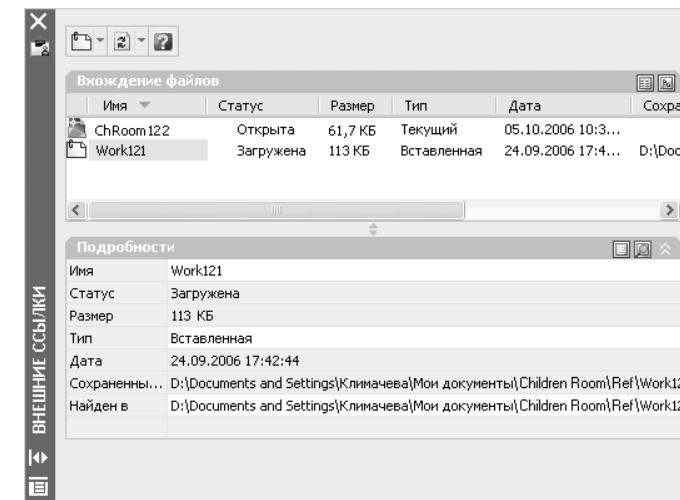

Рис. 12.25 ▼ Палитра **Внешние ссылки** (External References) с разделом **Подробности** (Details) для заново подгруженной внешней ссылки
8. Как только вы щелкните в окне **Выбор нового пути** (Select new path) на кнопке **Открыть** (Open), AutoCAD подгрузит внешнюю ссылку, сразу же разместив ее с использованием той же точки вставки, которая была применена для отсутствовавшей внешней ссылки. Соответствующие изменения отобразятся в палитре **Внешние ссылки** (External References) (рис. 12.25).